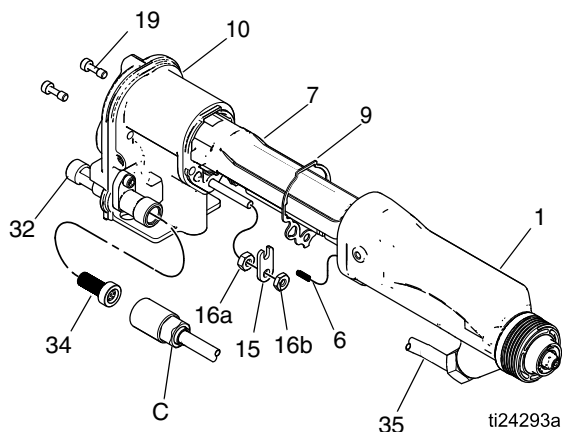

图 31. 枪筒
参见图 31。
3. 小心拧松流体接头螺母（C）。将管子（35）拉出管接头（32）。参见图 31。
5. 拧松两个螺钉（19）。参见图 31。
6. 一只手握牢枪身（10），将枪筒（1）直着拉出枪身。参见图 31。